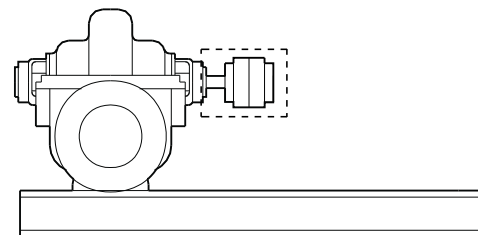

Рис. 5 Насос HS со свободным концом вала с рамой-основанием, муфтой и кожухом муфты
2. Насос со свободным концом вала, т.е. без электродвигателя с рамой-основанием (см. рис. 5).